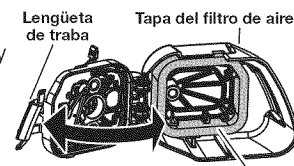

Fig. 22
1. Abra la tapa del filtro de aire presionando sobre la lengüeta de cierre hacia adentro y tirando de la tapa del filtro de aire (Fig. 22).
2. Quite el filtro de aire (Fig. 22).
6. Vuelva a colocar el filtro de aire en la placa de base (Fig. 22).
7. Vuelva a instalar la tapa del filtro de aire. Coloque las dos lengüetas pequeñas de la tapa del filtro de aire en las dos ranuras y empuje la tapa del filtro de aire hacia abajo, asegurándose de alinear la lengüeta del seguro con la ranura de la lengüeta, hasta que encaje en su lugar (Fig. 22).